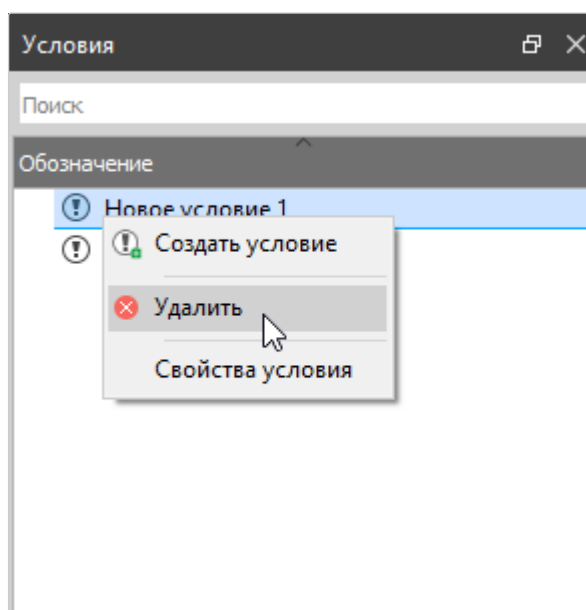

Рисунок 141. Удаление условия
- 1) В окне «Условия» (см. Окно «Условия») щелкнуть правой кнопкой мыши по строке с наименованием нужного условия (или выделить несколько строк предварительно зажав клавишу **Ctrl** или **Shift**) и в открывшемся контекстном меню выбрать команду «Удалить» (см. рисунок 141).